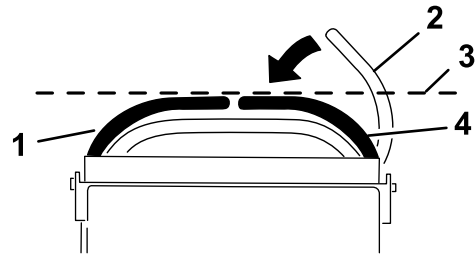

Bild 59
4. Prüfen Sie die horizontale Ausrichtung der Fahrtriebshebel (Bild 59).